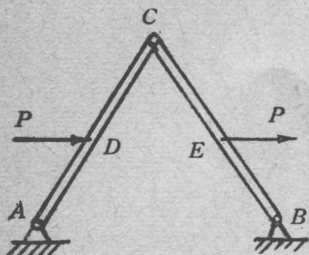

图 1-3
2. 如图 1-3 所示, 当求铰链 C 处的约束反力时, 可否将作用于 AC 上 D 点的力沿作用线移动变成作用于杆 BC 上 E 点的力 P' ?